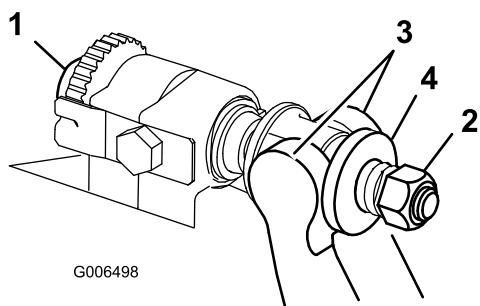

Figure 23
1. Tournez les vis de réglage de la barre d'appui dans le sens antihoraire pour éloigner la contre-lame du cylindre (Figure 23).
2. Dévisser l'écrou de tension du ressort jusqu'à ce que la rondelle ne soit plus pressée contre la barre d'appui (Figure 23).